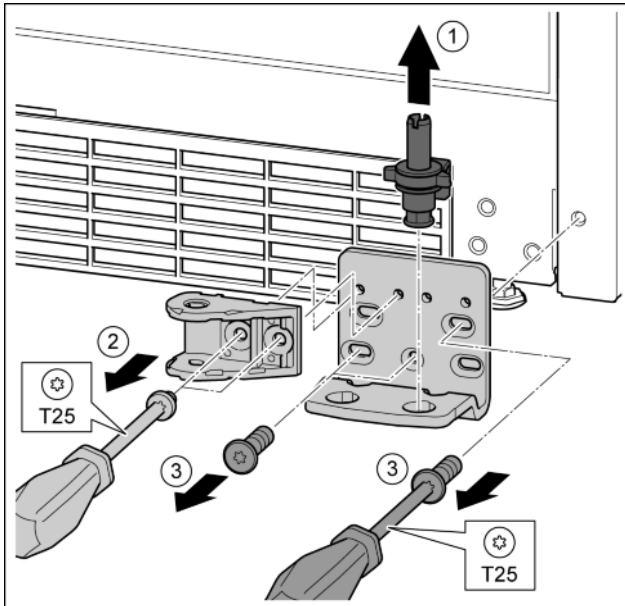

Fig. 29
- ▶ Sortir complètement par le haut l'axe de palier. *Fig. 29 (1)*
- ▶ Desserrer les vis avec le tournevis T25 et enlever le support de palier. *Fig. 29 (2)*
- ▶ Desserrer les vis avec le tournevis T25 et enlever le support de palier. *Fig. 29 (3)*